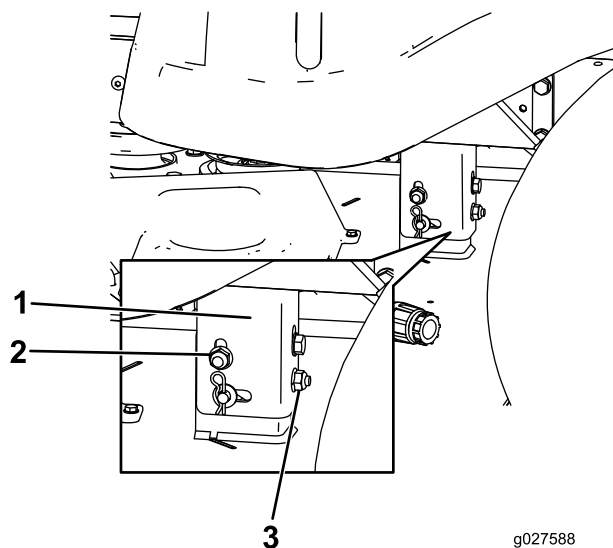

Figura 54
8. Eleve o baje el lado izquierdo de la carcasa de corte girando la tuerca trasera (Figura 54).